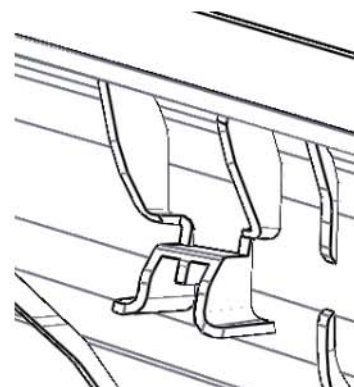

图 1-24 仪表板上本体前端背面卡脚示意图
(1) 上本体水平放置移动至管梁总成上方, 接插好仪表表线束 II;
(2) 注意仪表板上本体前端背面的 5 个卡脚 (图 1-24) 应卡入前围板金;